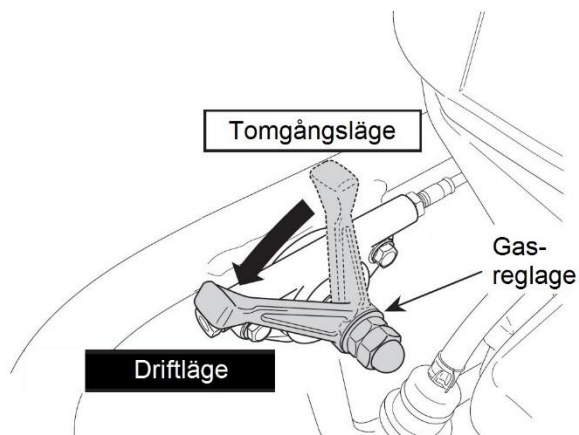

Fig.10
1. Stampen kommer att börja röra sig upp och ner, stampa, när gasreglaget förs från tomgångsläget till driftläget. (Fig. 10).